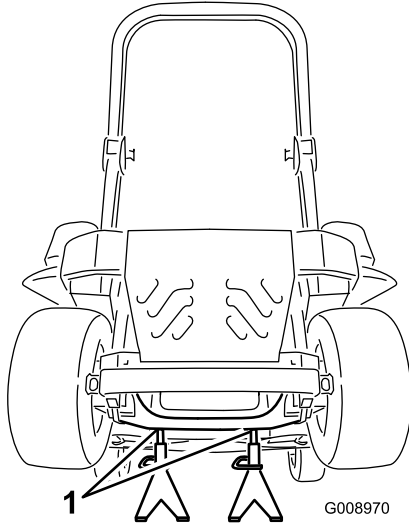

Figura 93
3. Levante la máquina y apóyela sobre gatos fijos (Figura 93).
9. Retire los gatos fijos y baje la máquina (Figura 93).